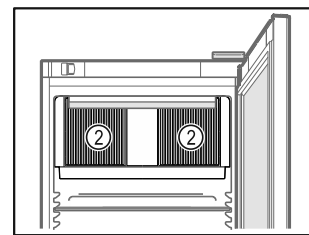

Fig. 72
- Păstrați libere fantele de ventilație Fig. 72 (2) ale suflantei de recirculare a aerului din interior.